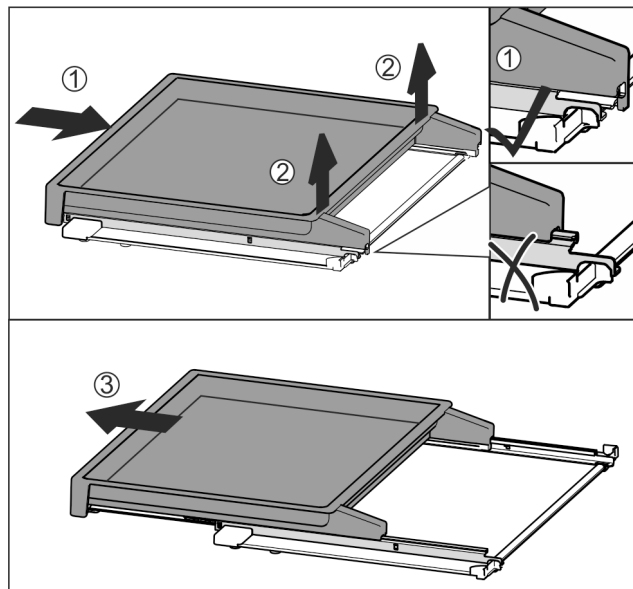

Fig. 40
- ▶ Vysouvací přihrádku zcela zasuňte Fig. 40 (1).
- ▶ Uvolněte západku na zadní straně Fig. 40 (2).
- ▶ Vysouvací přihrádku vyjměte směrem dopředu Fig. 40 (3).